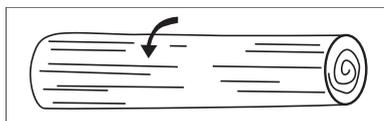

Рис. 20
1. В случае, когда ствол находится на опорах по всей длине, ведите цепную пилу сверху вниз и одновременно с этим следите, чтобы цепь не врезалась в землю (рис. 20).